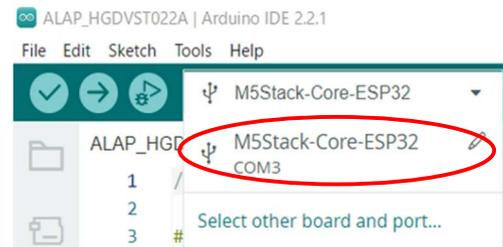

图 4
3. [Select Board]下拉框内选择“M5Stack-Core-ESP32”或者“M5Core”，并且将 M5Stack 连接至 COMxx 端口。（图 4）。